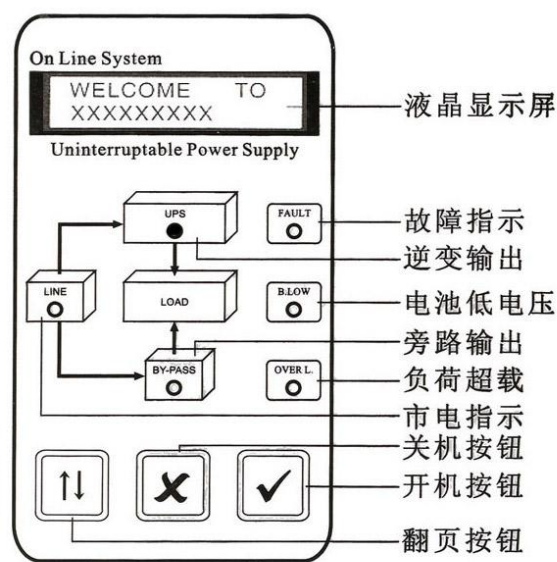

图 4. 4
4. 切断机器输入电源，市电指示灯熄灭，LCD 显示欢迎信息，由机器 (INVERTER) 供电输出 (OUTPUT)，如下图 4. 4。机器每隔 4 秒发出鸣叫声，表示机器目前是使用电池组供电运转。机器鸣叫声约 90 秒后，自动停止鸣叫，等到电池电力即将耗尽，会每隔 1 秒再发出鸣叫警告声。（各规格型号有所差异）